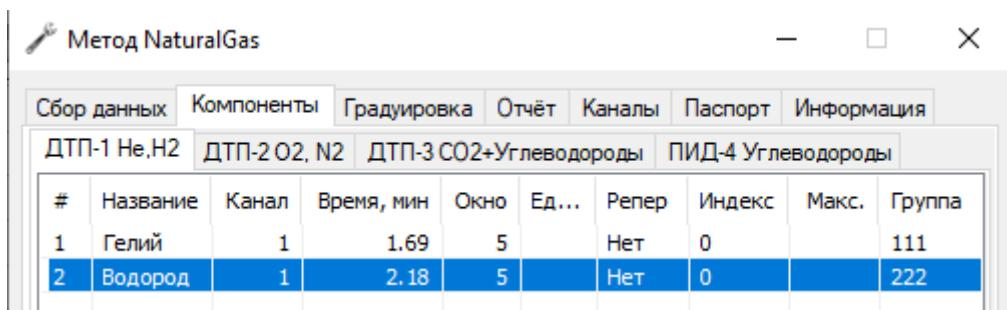

Рис. 57: Окно «Метод > Компоненты»
3. В окне **Метод** выбрать вкладку **Компоненты** (Рис. 57):